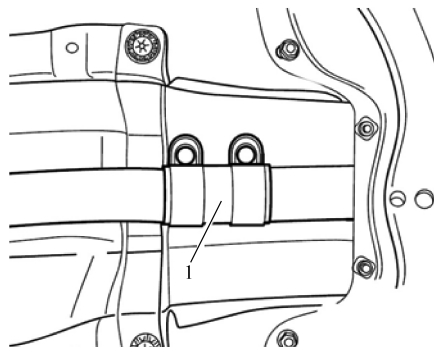

图 6-6 松开排气管夹紧套
⑤ 松开如图 6-6 所示的排气管夹紧套 1，并将其向后推。